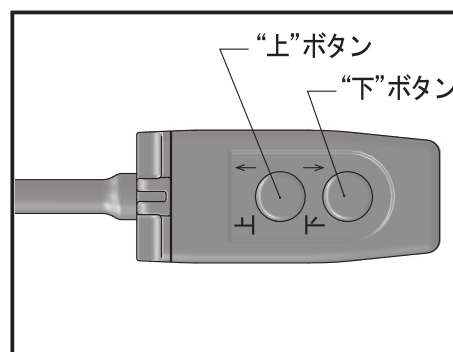

図4
5. リモコンスイッチの“下”ボタン(下降用)を押して、ソレノイドが作動するか確認します。(図4)
6. “上”ボタン(上昇用)を押すとモーターが回転し、シリンダに圧油が送られます。(図4)
9. “下”ボタン（下降用）を押すと、ソレノイドが働き圧力が解除され、ヘッド部の作動油はボタンを押している間油タンクに戻ります。（図4）